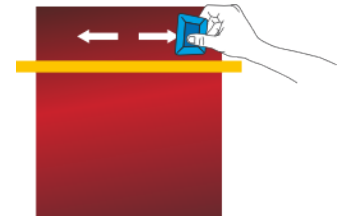

Abbildung 04
- › Die Verklebung der Folie mit einer Rakel beginnen, die zuvor mit Filz bezogen wurde. Rakel in einem Winkel von 45° halten und von der Mitte her in Richtung Ränder ziehen. (Abb. 04)